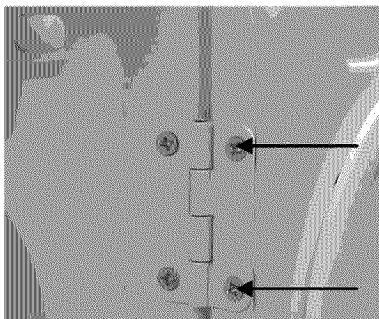

Figure 3
3. Posez la porte sur une serviette ou un matelas, la poignée vers le bas, pour éviter de la rayer. Retirez les quatre (4) vis restantes qui retiennent la charnière à la porte (figure 3).
4. Retirez quatre (4) vis sur le côté de la porte se trouvant à l'opposé de l'emplacement de la charnière.